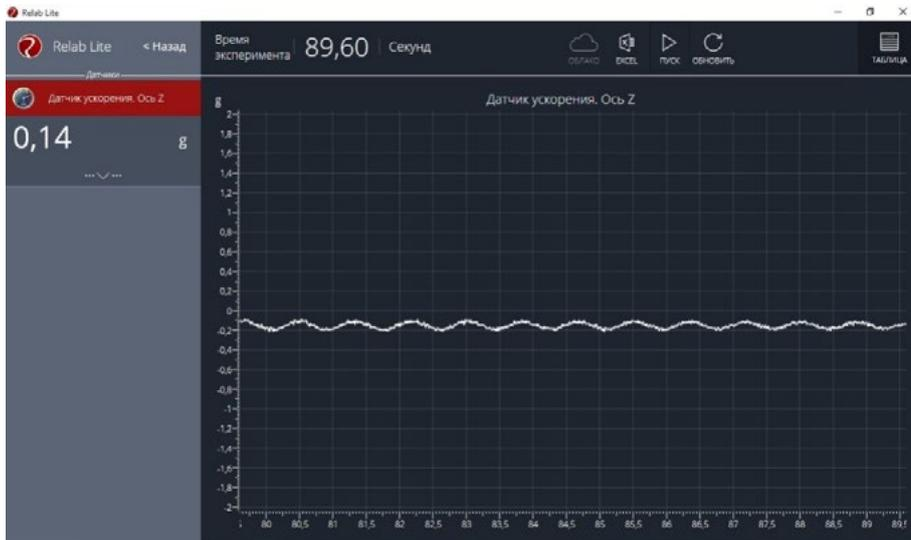

Рис. 3. График гармонических колебаний пружинного маятника
7. Выведите пружинный маятник из положения равновесия путём растяжения пружины. Начните сбор данных. На экране компьютера можно наблюдать график гармонических колебаний пружинного маятника (рис. 3).